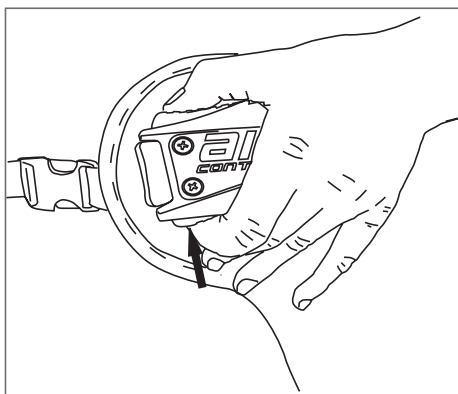

Fig. 25 Descarga del aire en superficie a través del grupo de mando
- 3) Si se encuentra en posición invertida, cabeza abajo, empuñe el grupo de mandos Air Control, y presionando el pulsador gris ubicado en la parte inferior accionará la válvula de sobrepresión neumática inferior. A este punto el aire saldrá automáticamente (Fig. 25).